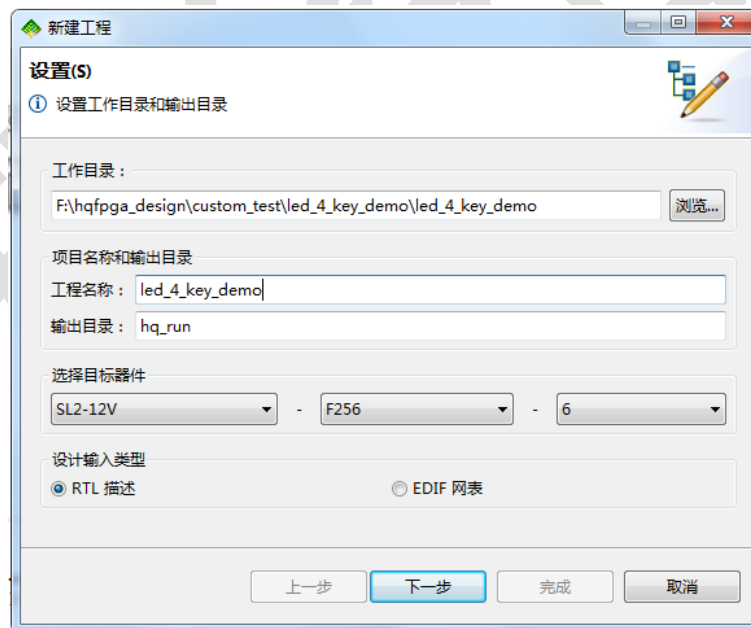

图 4-5 工程创建界面 1
- 1) 双击 HqFpga 快捷启动图标，进入软件界面，并点击左侧“新建工程按钮”，出现图 4-5 界面，在界面中选择如图所示目标器件，并创建工程名称，点击“下一步”；